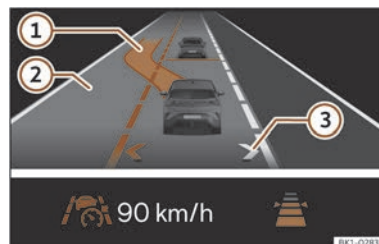

Fig. 133 Sur l'écran du tableau de bord : affichage du changement de voie assisté (représentation graphique).
Ainsi, le changement de voie assisté est activé. Les flèches de votre propre voie sur l'écran du tableau de bord s'affichent en gris >>> **fig. 133 ②**
Si le système n'a détecté aucun objet dans le champ de détection du système de capteurs et qu'un changement de voie assisté est possible vers une voie adjacente, la voie correspondante s'affiche sur l'écran du tableau de bord à côté de la voie sur laquelle se trouve le conducteur. La flèche du côté de la voie correspondante s'affiche en blanc >>> **fig. 133 ②**.